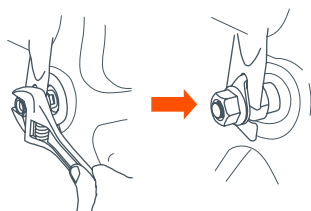

Fig. 4
- 4) • Avec la roue en place, installez les écrous d'essieu et serrez-les avec une clé à molette standard, polygonale ou à fourche. Puisque vous devriez sentir une forte résistance, la roue doit être maintenue fermement en place (Fig. 4).